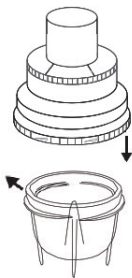

Рис. 3
7. Закрийте розпилювач, акуратно з'єднавши із верхньою частиною і повертаючи за годинниковою стрілкою. Переконайтесь, що обидві частини щільно прилягають одна до одної та надійно з'єднані (Рис. 3).